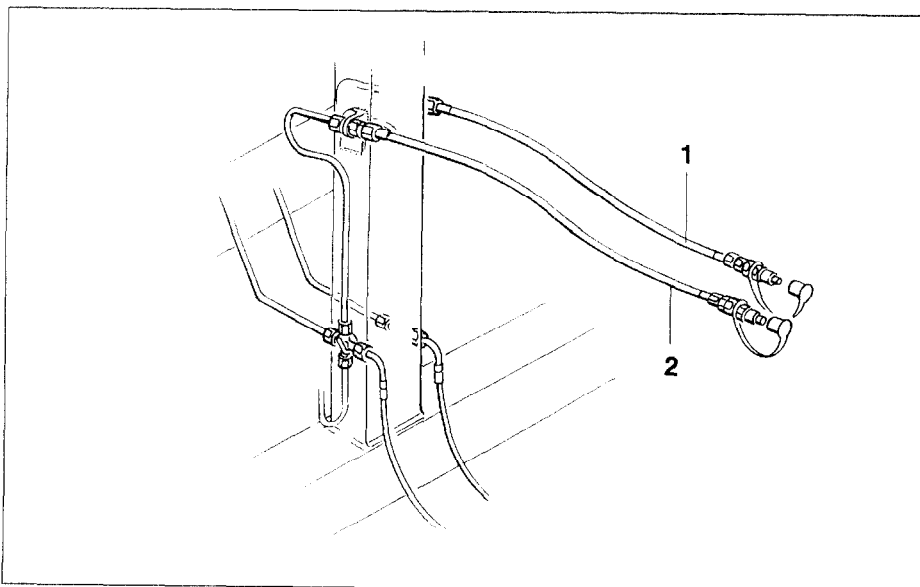

Fig. 4.3
3. Raccordez le raccord hydraulique I (fig. 4.3/1) à un distributeur simple effet du tracteur.
4. Raccordez le raccord hydraulique II (fig. 4.3/2) à un distributeur simple effet du tracteur.